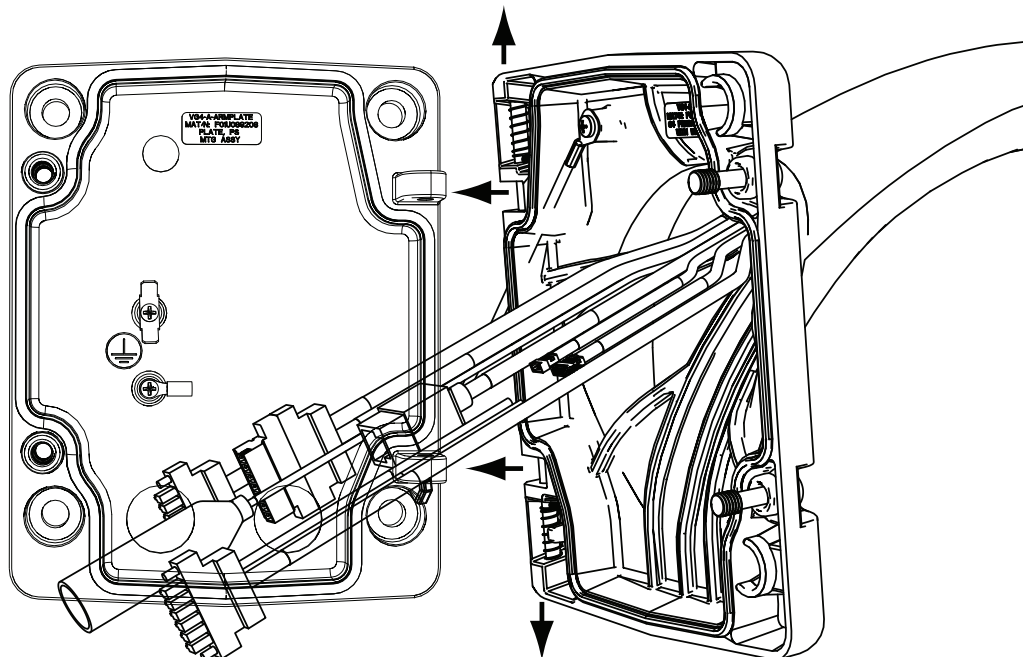

Figure 2.11 Raccordez le bras de fixation à la plaque de montage
3. Tout en maintenant la charnière supérieure ouverte, alignez les charnières supérieure et inférieure du bras de fixation sur les charnières correspondantes de la plaque de montage. Voir l'illustration correspondante, *Figure 2.11* ci-dessus.